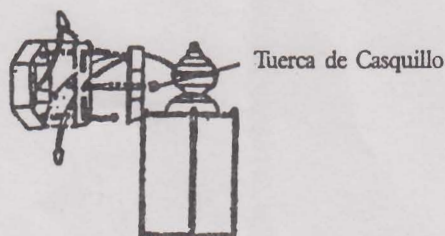

Figura 6
- b) Coloque la instalación sobre la enterrosca y asegúrelos con e; casquillo que hay provistos. (Figura 6) El cojinete de la instalación debería estar alineado con la superficie.